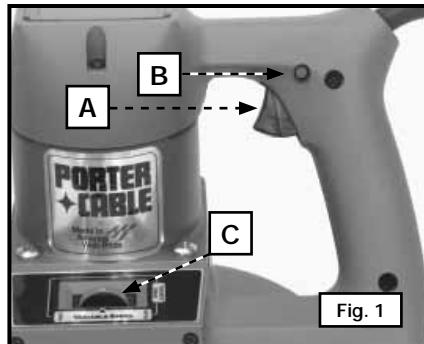

Fig. 1
2. Apriete el gatillo interruptor (A), Fig. 1, para poner el motor en marcha. Suéltelo para parar el motor.
3. Un botón fijador (B) Fig. 1, está provisto para mantener la sierra en marcha sin tener que apretar el gatillo continuamente. Para fijar el interruptor en la posición prendida, apriete el gatillo, empuje el botón fijador y suelte el gatillo. Para soltar el interruptor, apriete el gatillo para dejar que el botón vuelva a su posición original y entonces suelte el gatillo.
4. El Modelo 7724 tiene un mando ajustable para controlar las velocidades variables. La velocidad se ajusta al dar vuelta al mando (C) Fig. 1.